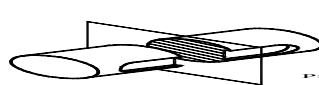
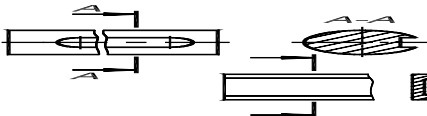
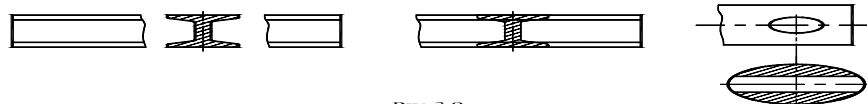

Рис.3.7
Рис.3.8
Рис.3.9
**Сечение** - изображение фигуры, получающейся при мысленном рассечении предмета одной или несколькими плоскостями. На сечении показывается только то, что получается непосредственно в секущей плоскости (рис.3.7, 3.8).
Сечения заштриховывают в соответствии с ГОСТ 2.306-68. Контур вынесенного сечения, а также сечения, входящего в состав разреза, изображают сплошными основными линиями, а контур наложенного сечения - сплошными тонкими линиями (рис.3.7, 3.9).
В случаях, подобных указанному на рис.3.9 (при симметричной фигуре сечения), линию сечения не проводят. Во всех остальных случаях для линий сечения применяют разомкнутую линию с указанием стрелками направления взгляда (рис.3.8, 3.10). У начала и конца линии сечения ставят одну и ту же прописную букву русского алфавита (рис.3.7, 3.11, 3.12).